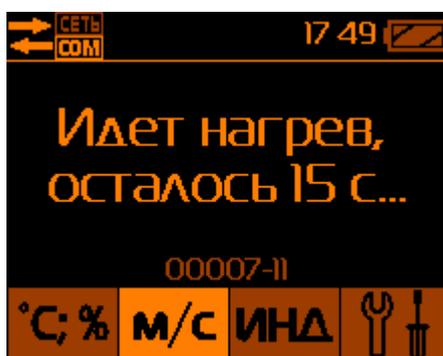

Рис.11 – Прогрев датчика скорости воздуха
Выбором сессии и подтверждением кнопкой «ОК» происходит переход непосредственно к ячейкам памяти блока обработки информации (рис.11)
2.5 Выбор режима измерения скорости воздуха осуществляется нажатием кнопки **М/С** (позиция 5, рис.1). Перед началом измерения производится прогрев датчика скорости воздуха в течение 30 с, о чём выводится соответствующее сообщение на дисплей БОИ-01 (Рис.11).